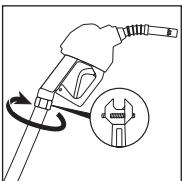

Figure 17
- Engage the external thread into the nozzle body, and tighten the hose nut per hose instructions. Refer to UL567 (50 foot-pounds). (*See Figure 17*)
- Engagez les filaments externes dans le corps de la lance, et resserrez la noix du boyau d'après les instructions. Référez vous aux instructions UL567 (50 pied-livre). (*Voir Fig. 17*)